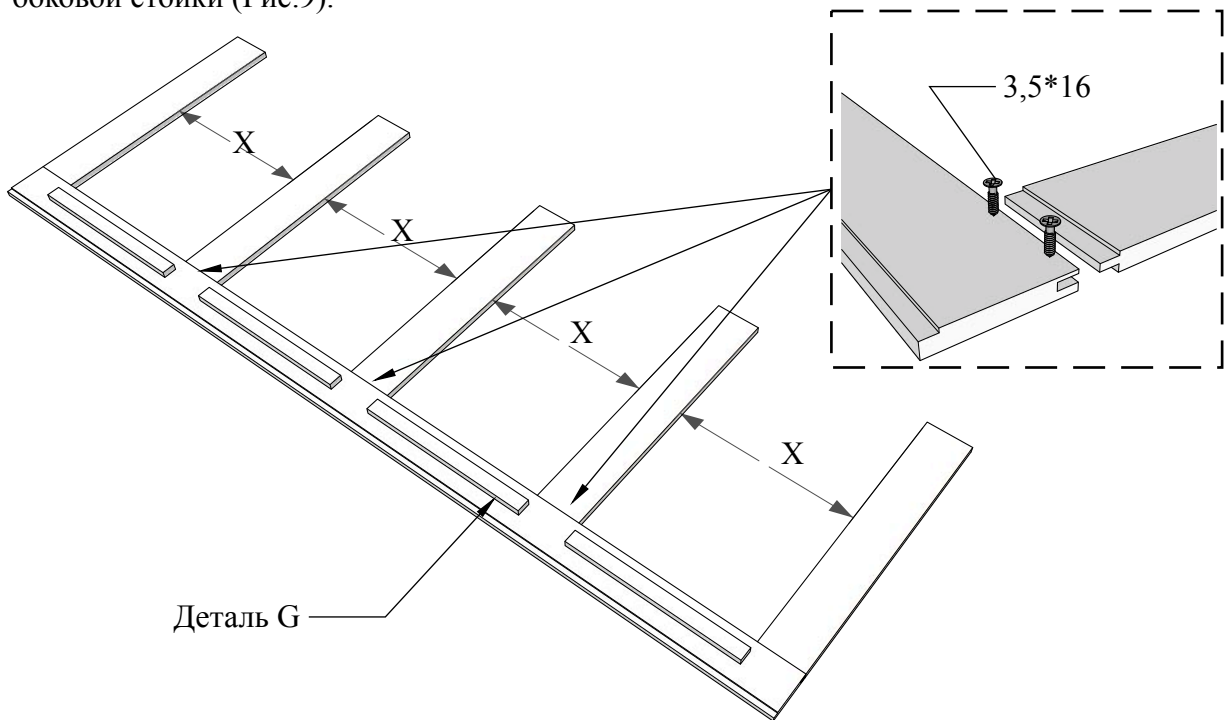

Рисунок 9
4.2 Установить оставшиеся боковые царги (деталь Е), контролируя расстояние между ними с помощью выравнивающих элементов под гипсокартон (деталь G). Все боковые царги должны быть параллельны друг другу. Повторить те же операции для второй боковой стойки (Рис.9).